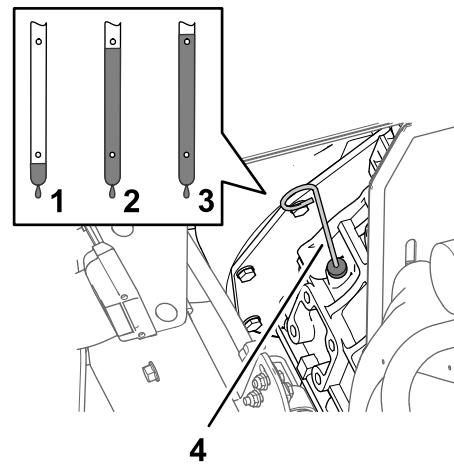

Figure 78
6. Sortez la jauge et vérifiez le niveau d'huile dans le carter moteur (Figure 78).
7. Faites l'appoint d'huile spécifiée avec précaution pour faire monter le niveau jusqu'au repère maximum sur la jauge (Figure 78).